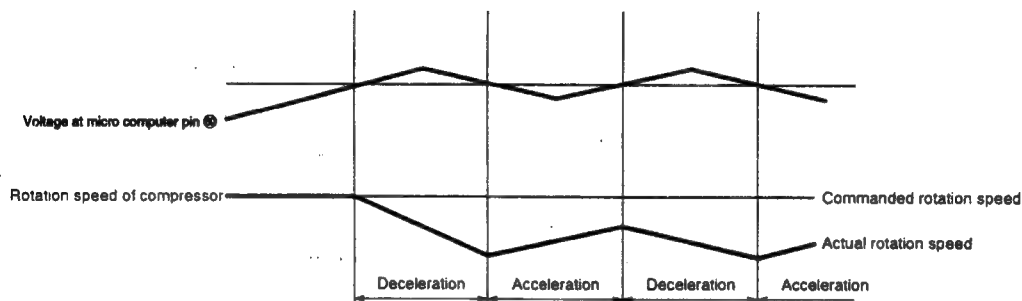

Fig. 8-7
- Das aus R2 und C515 bestehende Filter entfernt die höheren harmonischen Komponenten aus der Spannung, die durch den zum Detektorwiderstand fließenden Strom generiert wird; R2 und C501A bilden den Durchschnitt dieser Spannung. Diese Spannung wird danach an OP1 Stift ⑤ eingegeben, verstärkt und an den Stift ⑥ des Mikrocomputers geliefert. Der Mikrocomputer vergleicht diesen Eingang mit dem internen Einstellwert, und wenn der Eingang den Einstellwert übersteigt, schaltet er auf den Überlast-Steuerstatus.
- Abb. 8-7 zeigt die Drehzahlsteuerung. Wenn die Spannung an Stift ⑥ des Mikrocomputers den Einstellwert übersteigt, senkt der Mikrocomputer die Drehzahl des Kompressors ab und reduziert die Last, unabhängig von der vom Innengerät-Mikrocomputer befohlenen Drehzahl.